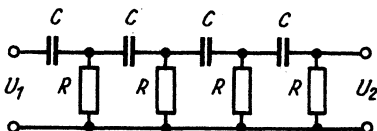

Bild 5.15
c) 4gliedrige  $CR$ -Kette (Bild 5.15)